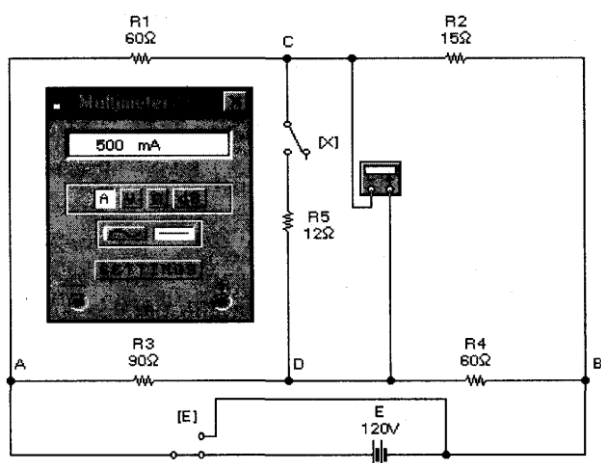

Рисунок 9– Мостовая схема в режиме короткого замыкания исследуемой ветви
2. Искомое сопротивление можно найти и другим путем. Для этого нужно замкнуть точки C и D накоротко, вычислить ток $I_{кз}$, протекающий через короткозамкнутый участок, и сопротивление короткого замыкания определить по формуле (6). Для моделирования такого режима необходимо ключ E вернуть в исходное состояние, а мультиметр перевести в режим амперметра. Результаты моделирования показаны на рис. 9, из которого видно, что ток короткого замыкания равен $0,5 \text{ A}$. Тогда на основании формулы (6) $R_{кз} = 24 / 0,5 = 48 \text{ Ом}$.
3. Теперь можно определить и искомый ток, используя формулу (7):